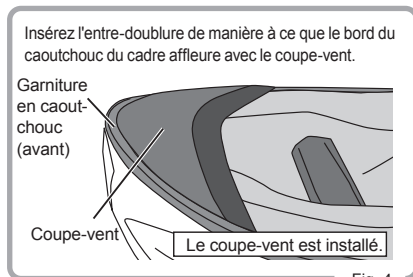

Fig. 4
4. Pour terminer l'opération, insérez l'entre-doublure de manière à ce que le bord du caoutchouc du cadre affleure avec le coupe-vent (Fig. 4).